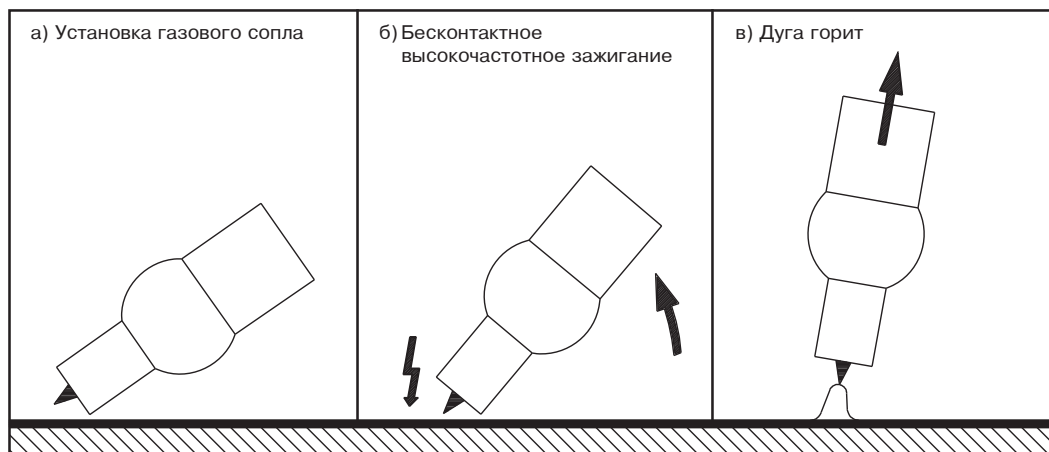

Рис. 19. Высокочастотное зажигание
- При отключенном сварочном токе: установите электрод в месте зажигания, наклоните горелку назад, чтобы край газового сопла прилегал к изделию, а между кончиком электрода и изделием оставалось расстояние 2-3 мм (см. рис. 19а).
- Дуга зажигается без прикосновения к изделию (см. рис. 19б).
- Установите горелку в нормальное положение (см. рис. 19в).